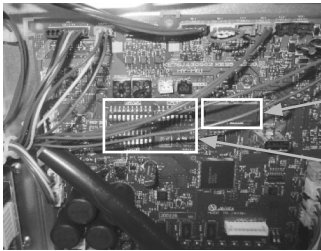

Rysunek 1. Automatyczny zawór odpowietrzający
*2. **Należy zainstalować automatyczny zawór odpowietrzający w najwyższym punkcie każdej rury rozgałęziającej z kontrolera HBC (w dwóch miejscach w najwyższym punkcie rury powrotnej z kontrolera podrzędnego HBC i w sześciu miejscach w najwyższym punkcie rur powrotnych z jednostek wewnętrznych). (Patrz Rysunek 1).**